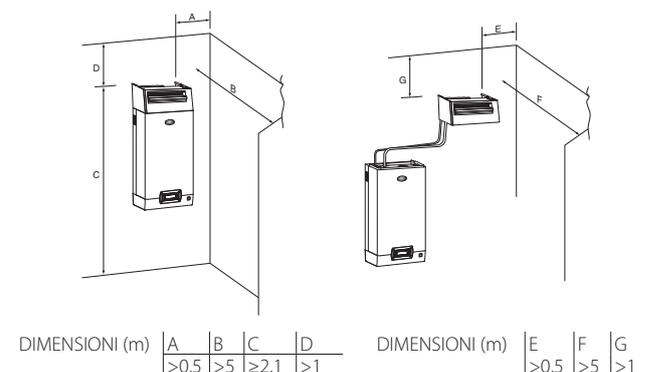

Fig. 3.c
2. il supporto di fissaggio a forma di "L" (vedi particolare 1 Fig. 3.c) è fornito con i distributori di vapore modelli da DP085\* a DP025\*. Per lunghezze inferiori il supporto può essere fornito come optional (cod. 18C478A088).
**Attenzione:** Per ottenere una corretta diffusione di vapore rispettare le distanze indicate nella fig. 3.c.